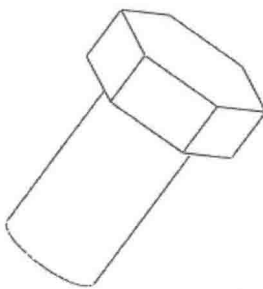

图 1-23
- (9) 单击 按钮，完成拉伸特征的建立，结果如图 1-23 所示。